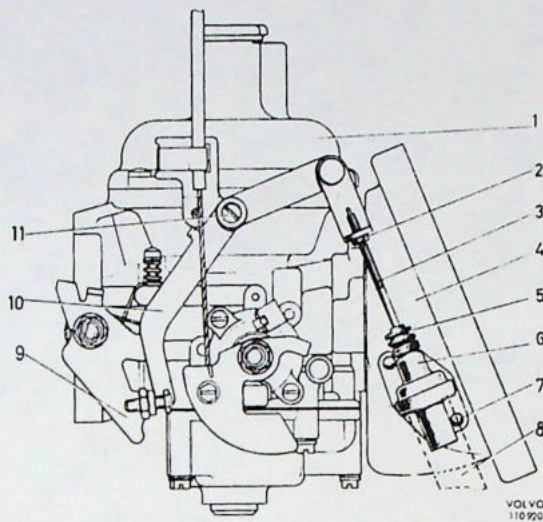
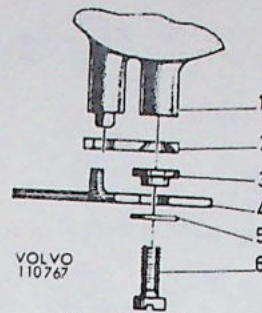

Fig. 4. Warmestart-klep op de Zenith-Stromberg karburateur.
Fig. 9. Montage van de warmstart-klep (Stromberg)
- Bevestig de bedieningsarm voor de klep (10, Fig. 4) aan de achterste karburateur en gebruik hiervoor volgens Fig. 9 de afstandsring (3), de ring (5) en de schroef (6).
- Schuif de rubber manchet (5, Fig. 4) over de klepstang en schroef de moer (2) erop. Schroef de klepstang vervolgens in de schroefdraad in de bedieningsarm.
Schroef de bedieningsstang zover omhoog dat de klep (10) in zijn bovenste stand staat, zie Fig. 3A. De bedieningsarm (10, Fig. 4) moet tegen de kam (9) op de smookklepas komen te liggen. Het stationnaire toerental mag niet oplopen.